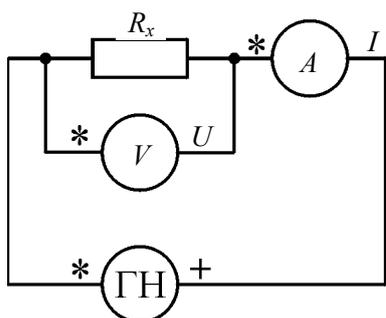

Рис. 1
Измерения U и I проводятся с помощью вольтметра и амперметра по схеме рис. 1.
1. Соберите схему, показанную на рис. 1. На генераторе ГН1 кнопка $R_{ВН}$ должна быть выключена (не утоплена). На вольтметре установите предел измерения 20В, а амперметре установите предел измерения 200 мА